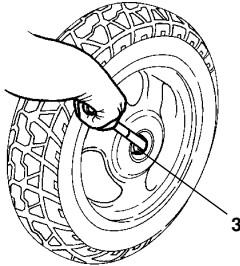

Fig. 32
- Die Radachsmutter (3 - Fig. 32) abschrauben;